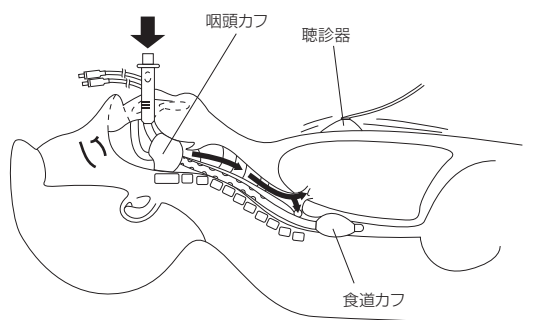

図5.挿入位置確認
4. 人工蘇生装置による換気操作を行い、左右の呼吸音に差がなく胸部が隆起すれば、本品が正しく挿入されていることが確認される。(図5)